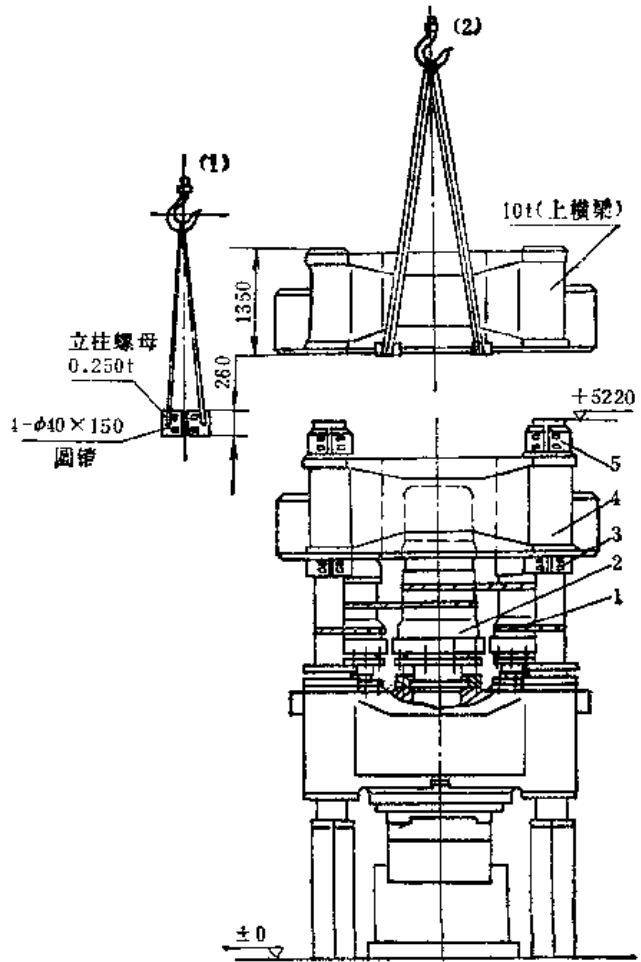

图13-2-19 拆吊上横梁
3) 拆吊上横梁：如图 13-2-19 所示，先拆除主、侧工作缸的高压进水管和充液阀，然后将主、侧缸逐一下放至柱塞上。方法是用行车把缸体吊住，松掉缸体与上横梁连接的螺栓，然后缓慢将缸体放下去。应该注意，侧缸柱塞下部为球形座支承，为了防止倾倒，应以钢丝绳固定住。并做出缸体与上横梁相对位置的拆装记号。最后拆吊上横梁。此前先拆去立柱螺母 5，拆吊时要求起吊平稳，防止撞刮立柱螺纹。接着拆立柱螺母 3，并做出拆装记号。